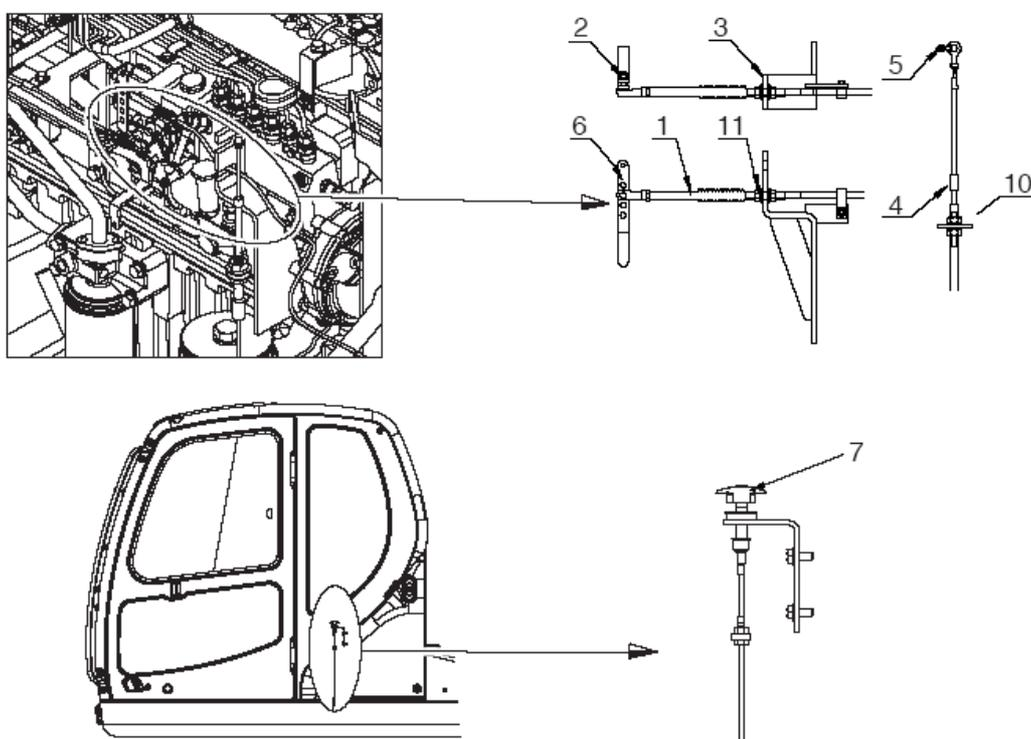

Рис. 41
7. Отсоединить кабель управления (1, рис. 41) сняв гайку и пружинную шайбу (2), а так же ослабив гайки (3), соединяющие кабель со скобой.
8. Снять гайку и пружинную шайбу (5, рис. 41) с кабеля ручного управления скоростью двигателя (4), а так же ослабив гайки (10), соединяющие кабель со скобой. Присоединить шарнирное соединение кабеля ручного управления скоростью двигателя с отверстием (6), используя гайку и пружинную шайбу (5), а так же закрепить его в прорези (11), затянув гайки (10).